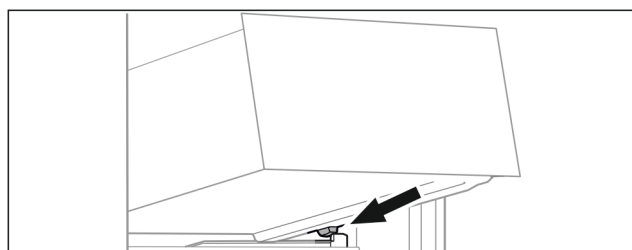

Fig. 92
- ▶ 将抽屉斜放在容器肋梁上的止动器后面。(参见 Fig. 92)